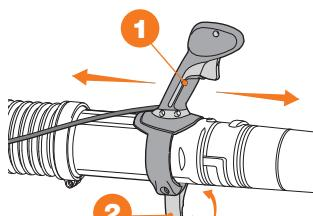

Рис. 4
- Ослабьте зажим с помощью рычага **2** (рис. 4).